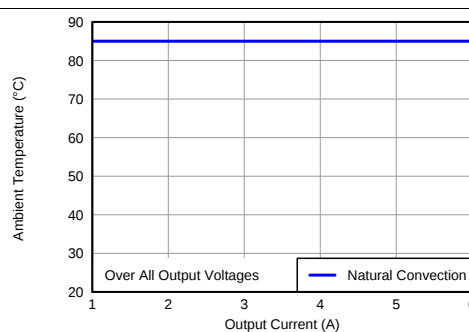

图 4. 安全操作区域
- (2) 温度降额曲线表明内部元件所处的温度等于或低于制造商的最高工作温度。降额限制适用于直接焊接至有 1 盎司覆铜的 100mm × 100mm 双面印刷电路板 (PCB) 的器件。适用于图 4。